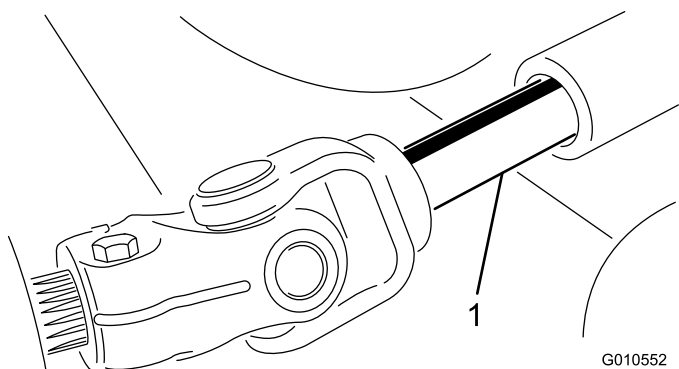

Figura 25
5. Aleje la unidad de corte de la unidad de tracción, separando las secciones macho y hembra del árbol de la TDF (Figura 25).
3. Introduzca el árbol macho de la TDF en el árbol hembra de la TDF (Figura 25).